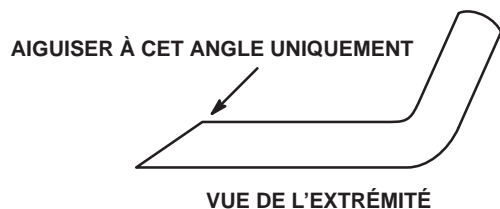

Figure 15
- Examinez les tranchants de toutes les lames. Aiguisiez-les s'ils sont émoussés ou ébréchés. N'aiguisiez que le haut du tranchant et conservez l'angle de coupe d'origine pour obtenir une coupe nette (Fig. 15). Limez la même quantité de métal sur chacun des deux tranchants pour ne pas déséquilibrer la lame.